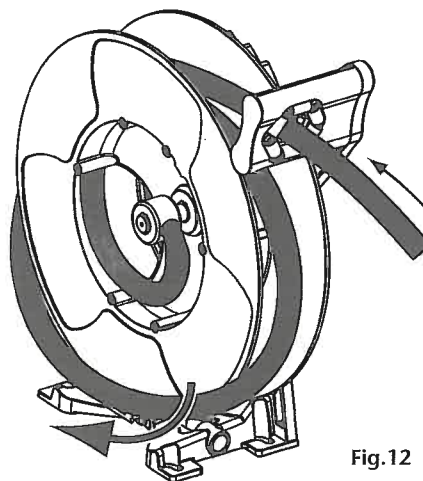

Fig.12
2. Unwind one turn and pull the hose (fig.12).
2. Quitar una vuelta de manguera del interior del disco del enrollador (fig. 12).